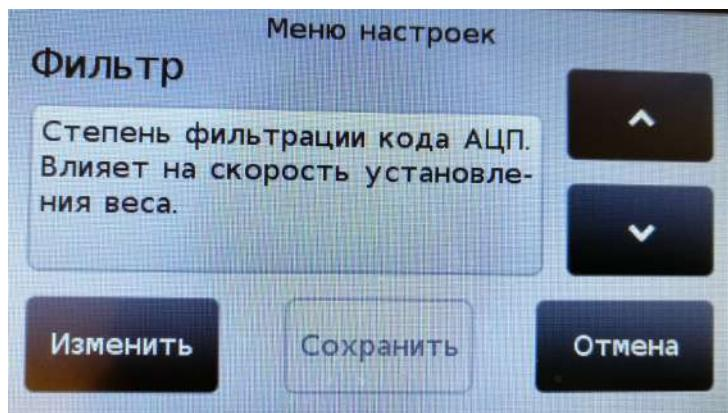

Рис. 8.2.1. Установка величины цифрового фильтра.
8.2.1. Войдите в меню установки режимов работы (см. п. 8.1.1, стр. 8), кнопками «**▲**» и «**▼**» выберите пункт «**Фильтр**» (см. рис. 8.2.1) и нажмите на кнопку «**Изменить**».